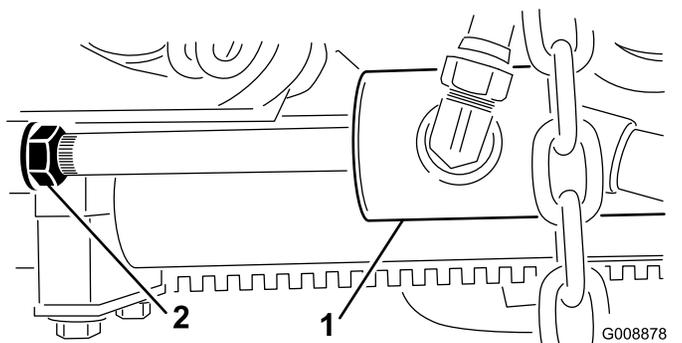

Рисунок 27
- Ослабьте затяжку контргайки на цилиндре (**Рисунок 27**).